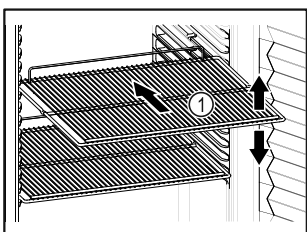

Fig. 66 Beispielhafte Darstellung
- Wenn Ablageflächen Fig. 66 (1) versetzbar sind, Ablageflächen je nach Höhe anpassen.